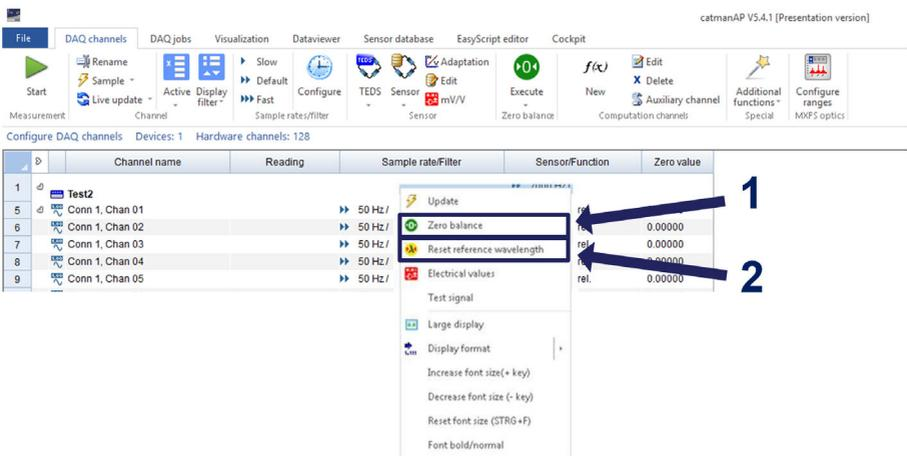

Fig. 5.28 Mise à zéro et réinitialisation de la longueur d'ondes de référence
► Vous pouvez aussi faire un clic droit sur la ligne à mettre à zéro et sélectionner l'option **Zero Balance** (Mise à zéro) (numéro 1 sur la Fig. 5.28).
► Faites un clic droit sur la ligne à réinitialiser et sélectionnez l'option **Reset reference wavelength** (Réinitialiser la longueur d'ondes de référence) (numéro 2 sur la Fig. 5.28).